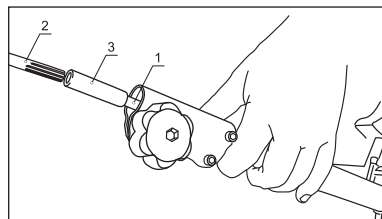

рис. 6
7. Для моделей ТС 1800Р, ТС 2500Р, ТС 3000Р, имеющих разборную штангу, соедините вал верхней части штанги 1 (рис. 6) и нижней части штанги 2 (рис. 6) с помощью муфты 3 (рис. 6) из комплекта.